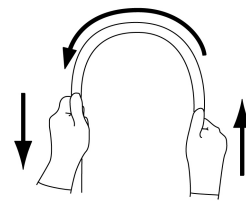

図1
4. 挿入部を両手で持ち、全長にわたって図1に示すように順次半円の頂点をずらすように曲げたときに、適切な軟らかさを有しており、軟らかさが不連続になっているなどの異常がないこと。